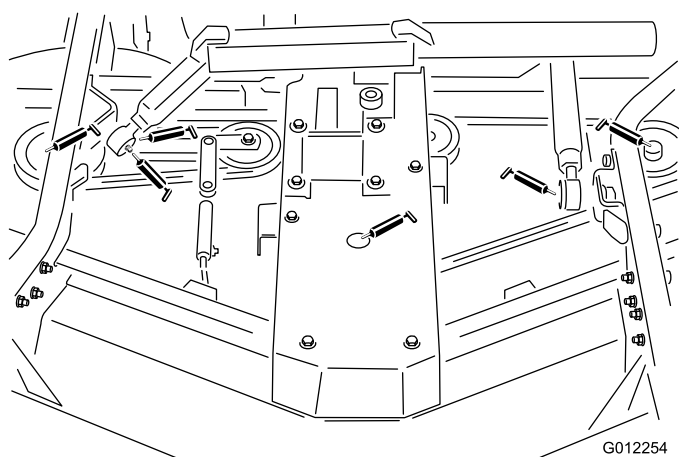

Figura 17
- Cojinetes del eje de la cuchilla (Figura 17)
- Pivote del brazo tensor (Figura 17)
- Articuciones esféricas de los brazos de empuje izquierdo y derecho (Figura 17)